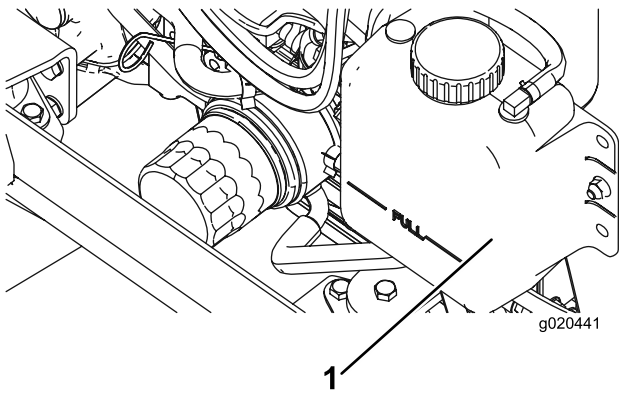

Bild 94
1. Nehmen Sie den Kühlerdeckel und den Deckel des Ausdehnungsgefäßes vorsichtig ab (Bild 94).